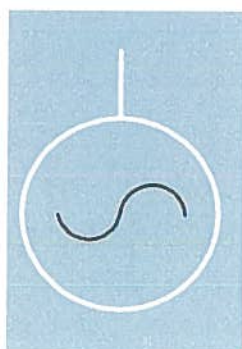

Fig. 7.105
2. Sursa electrică este în stare „**deconectat**” și nu este prezentă starea de „**legat la pământ**”. În această situație, cercul aferent simbolului sursei va fi reprezentat cu alb indiferent de nivelul de tensiune, Fig. 7.105